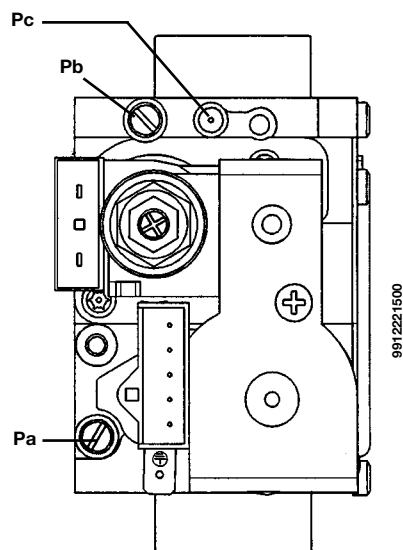

Figure 13
- relier la prise de pression positive d'un manomètre différentiel, si possible à eau, à la prise de pression (**Pb**) de la soupape du gaz (figure 13). Brancher la prise négative - des modèles à chambre étanche - du manomètre à un "T" afin de relier la prise d'équilibrage de pression de la chaudière, la prise d'équilibrage de pression de la soupape du gaz (**Pc**) et le manomètre. (On obtient le même résultat en reliant le manomètre à la prise de pression (**Pb**) sans le panneau de façade de la chambre étanche);
- Vérifier que la pression d'alimentation de la chaudière, mesurée à la prise de pression (Pa) de la soupape du gaz (Figure 13) est correct (**37 mbar** pour le gaz propane ou **20 mbar** pour le gaz méthane ou **25 mbar** pour gaz G25).